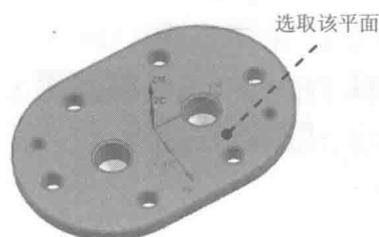

图 1.6 指定顶面
(1) 单击“定心钻孔”对话框 **指定孔** 右侧的 **选择** 按钮，系统弹出“点到点几何体”对话框，单击 **选择** 按钮，系统弹出“点位选择”对话框，单击 **面上所有孔** 按钮，系统弹出“选择面”对话框。
(2) 在图形区选取图 1.6 所示的面, 分别单击“选择面”对话框与“点位选择”对话框中的 **确定** 按钮, 然后再单击“点到点几何体”对话框中的 **优化** 按钮、**最短刀轨** 按钮、**优化** 按钮、**接受** 按钮, 最后单击 **确定** 按钮, 返回“定心钻孔”对话框。
Step2. 指定顶面。单击“定心钻孔”对话框 **指定顶面** 右侧的  按钮, 系统弹出“顶部曲面”对话框; 在“顶部曲面”对话框的 **顶面选项** 下拉列表中选择 **面** 选项, 然后选取图 1.6 所示的面; 单击“顶部曲面”对话框中的 **确定** 按钮, 返回“定心钻孔”对话框。